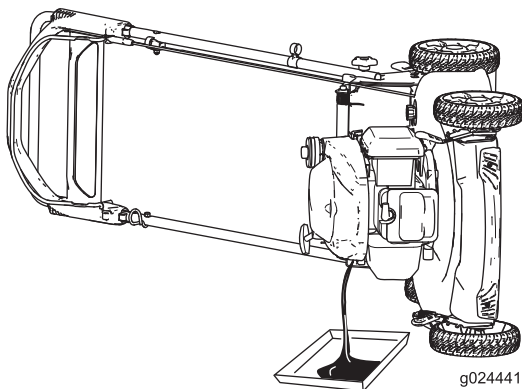

Figure 30
4. Inclinez la machine sur le côté (jauge en bas) pour vidanger l'huile usagée par le goulot de remplissage (Figure 30).